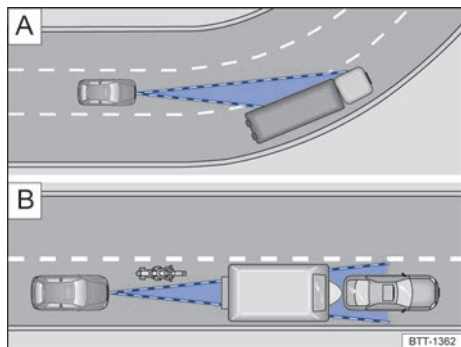

Fig. 150 [A] Tramo en curva. [B] Vehículos fuera del radio de acción del sensor de radar.
El sensor de radar mide siempre en línea recta. Por ello, en las curvas pronunciadas puede que detecte vehículos erróneamente o que no detecte vehículos que circulen por delante → fig. 150 [A].
- En caso de vehículos que circulen fuera de la zona del sensor a poca distancia de su vehículo, p. ej., motocicletas → fig. 150 [B].